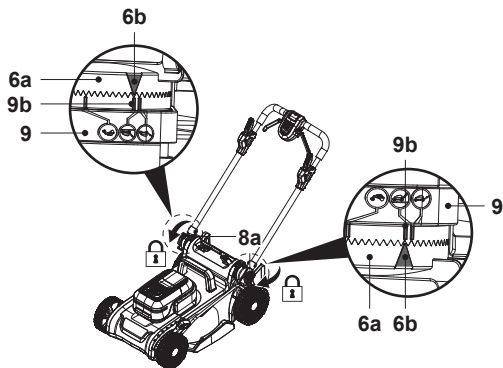

Fig. 2
4. Aliniază triunghiul indicator (6b) de pe placa selectoare (6a) cu unul dintre indicatoarele de înălțime a mânerului (9b/9c) de pe suportul mânerului (9), apoi fixează ansamblul mânerului (4, 6) strângând butoanele de blocare (8a) (fig. 2).
5. Ai grijă să montezi barele mânerului inferior (6) la aceeași înălțime în ambele părți.
6. Ai grijă să treci cablul de control (20) pe deasupra barei mânerului inferior (6).